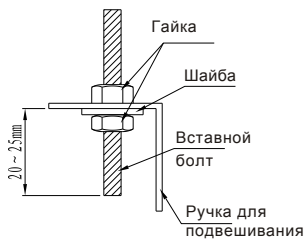
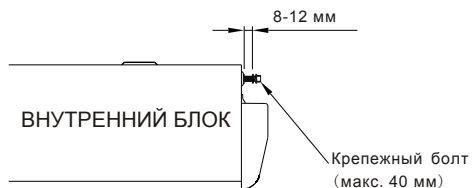

Рис. 15
Рис. 16
- Поместите ручку для подвешивания на вставной болт (согласно Рис. 15). Подготовьте крепежные болты для системы (согласно Рис. 16)